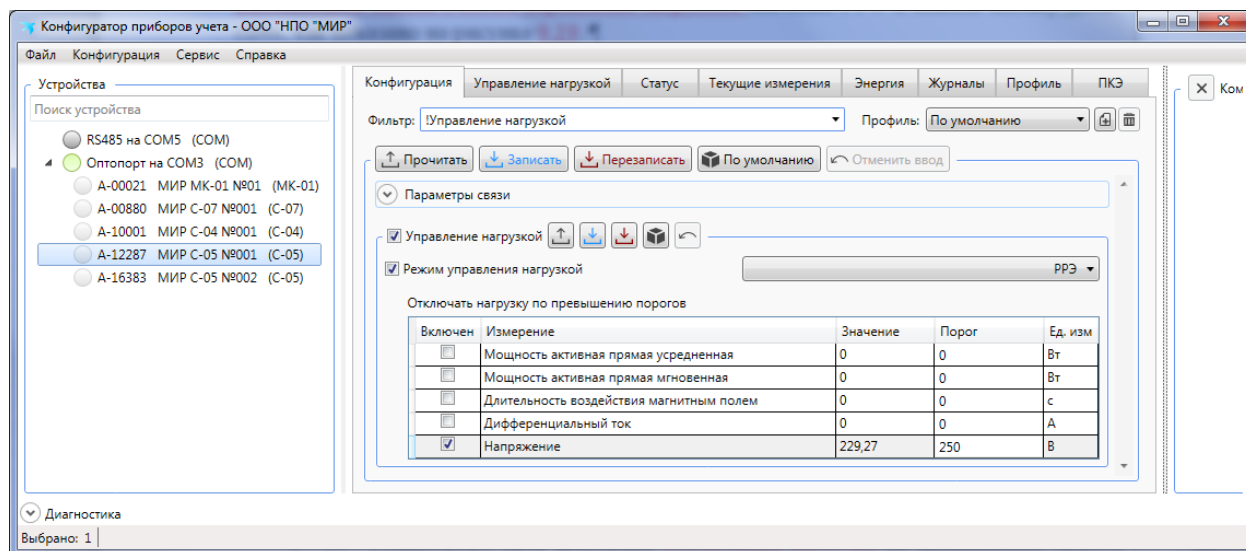

Рисунок 9.21 – Выбор параметров отключения
9.7.12.8 Для настройки необходимо выбрать критерии отключения нагрузки, установить нужные флажки в колонке *Включен* в поле *Управление нагрузкой* вкладки *Конфигурация*, задать пороги и нажать кнопку *Записать* (рисунок 9.21).